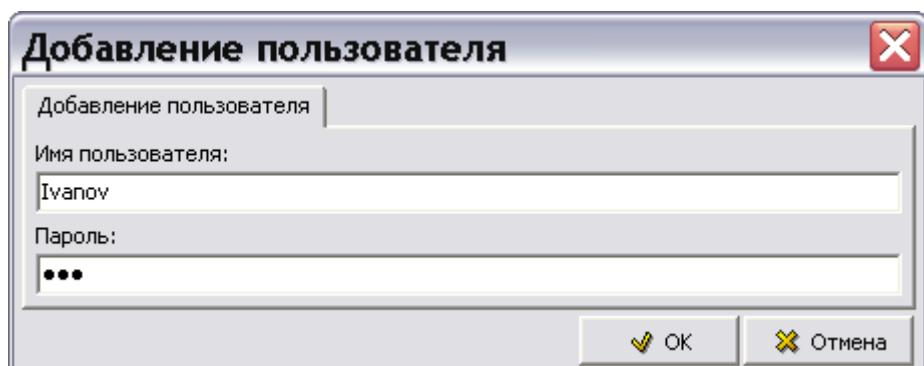

Рис. 200
4. Нажмите на кнопку **Добавить пользователя** или в меню **Пользователи** выберите команду **Добавить пользователя**. При этом откроется окно **Добавление пользователя** (Рис. 200).